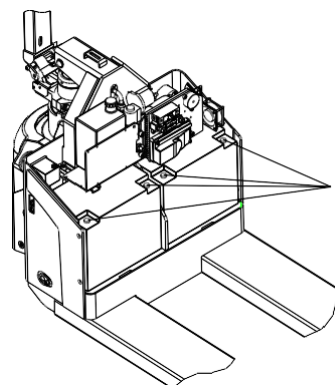

Рис. 9
- Отвинтите винт на термине батареи. Сначала отключите положительный контакт. Избегайте короткого замыкания батареи (см. рис. 9).